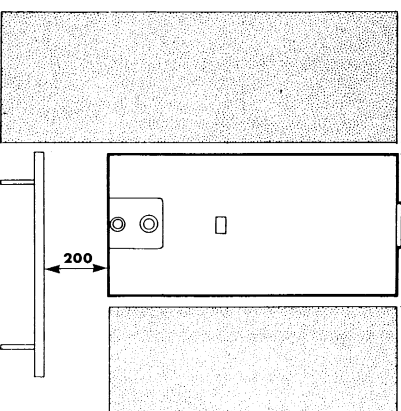

Fig. 2
- Para permitir efectuar las operaciones de mantenimiento es indispensable dejar alrededor del aparato las distancias mínimas indicadas en la fig.2.
- El calentador no se cerrará jamás herméticamente o encajado en la pared sino que se preparará un paso de aire adecuado (fig. 2);